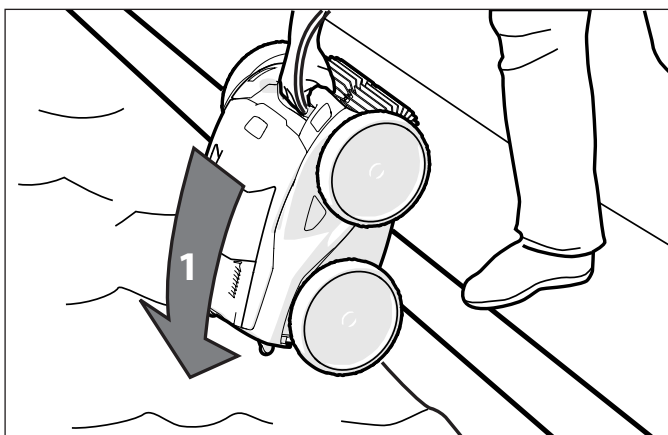

Figure 12. Immerger le nettoyeur verticalement
2. Au centre, immergez le nettoyeur dans la piscine et maintenez-le en position verticale pour libérer l'air emprisonné à l'intérieur. (Figure 12).